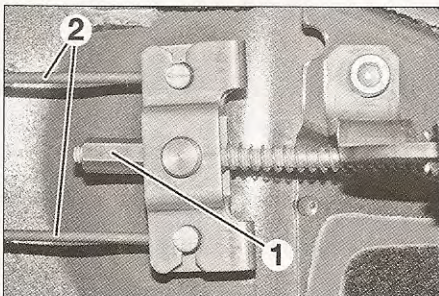

FIG. 20
- Aflojar la tuerca (1) de reglaje de los cables (2) de freno de estacionamiento (fig. 20).